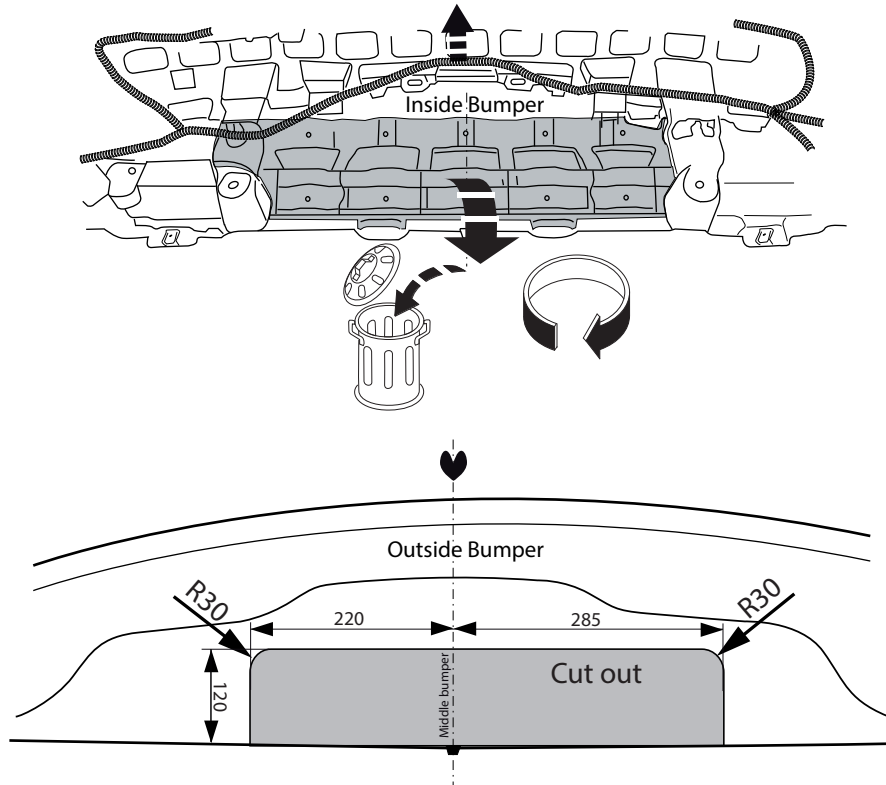

Fig. 3
8. Выпилить обозначенные части, как указано на рис. 3, 3а.